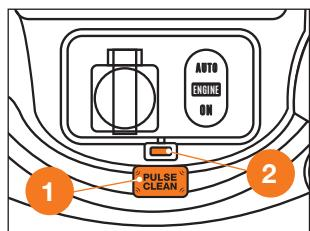

Рис. 17
Пылесос **DAVC 2500SD** оснащен функцией вибрационной самоочистки фильтра (Рис. 17).
- При заполнении бака индикатор заполнения 2 подсвечивается красным (Рис. 17).